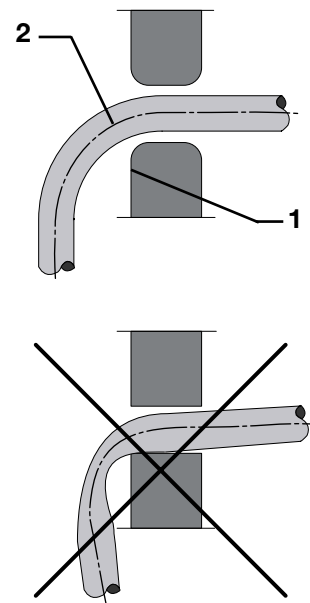

Fig. 14: Montaje de mangueras hidráulicas
8.5 Mangueras hidráulicas y conexiones roscadas (Fig. 14)